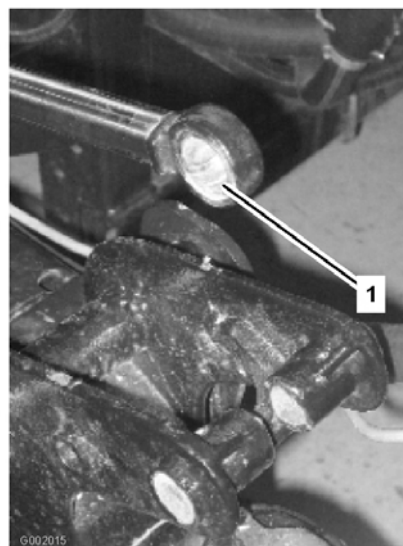

図 36
5. アクチュエータ・ロッドのベアリング端部を動かしながらベアリング内部にグリスを注入する(図 36)。はみ出したグリスはふき取る。